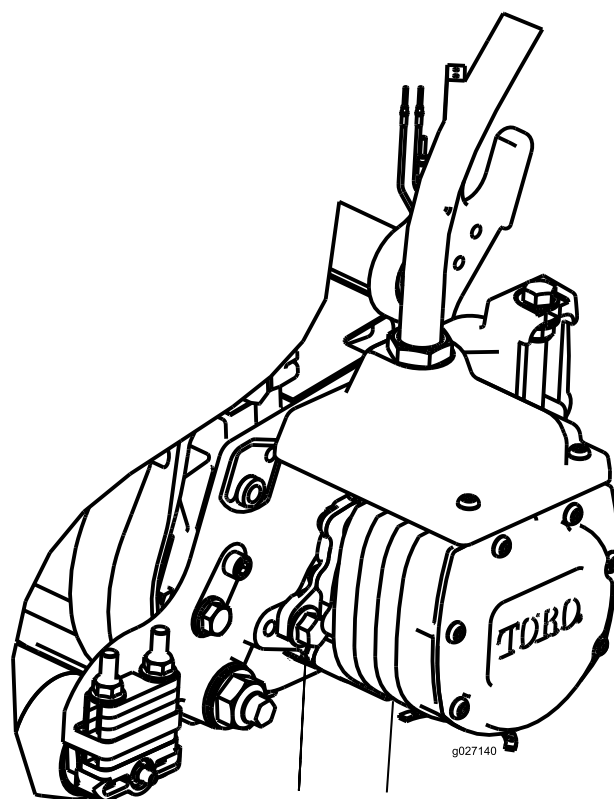

Figura 11
- Montate il motore ruotato in senso orario in modo che le flange del motore non tocchino i bulloni (Figura 11). Ruotate il motore in senso antiorario fin quando le flange non agganciano i bulloni, quindi serrate i bulloni.